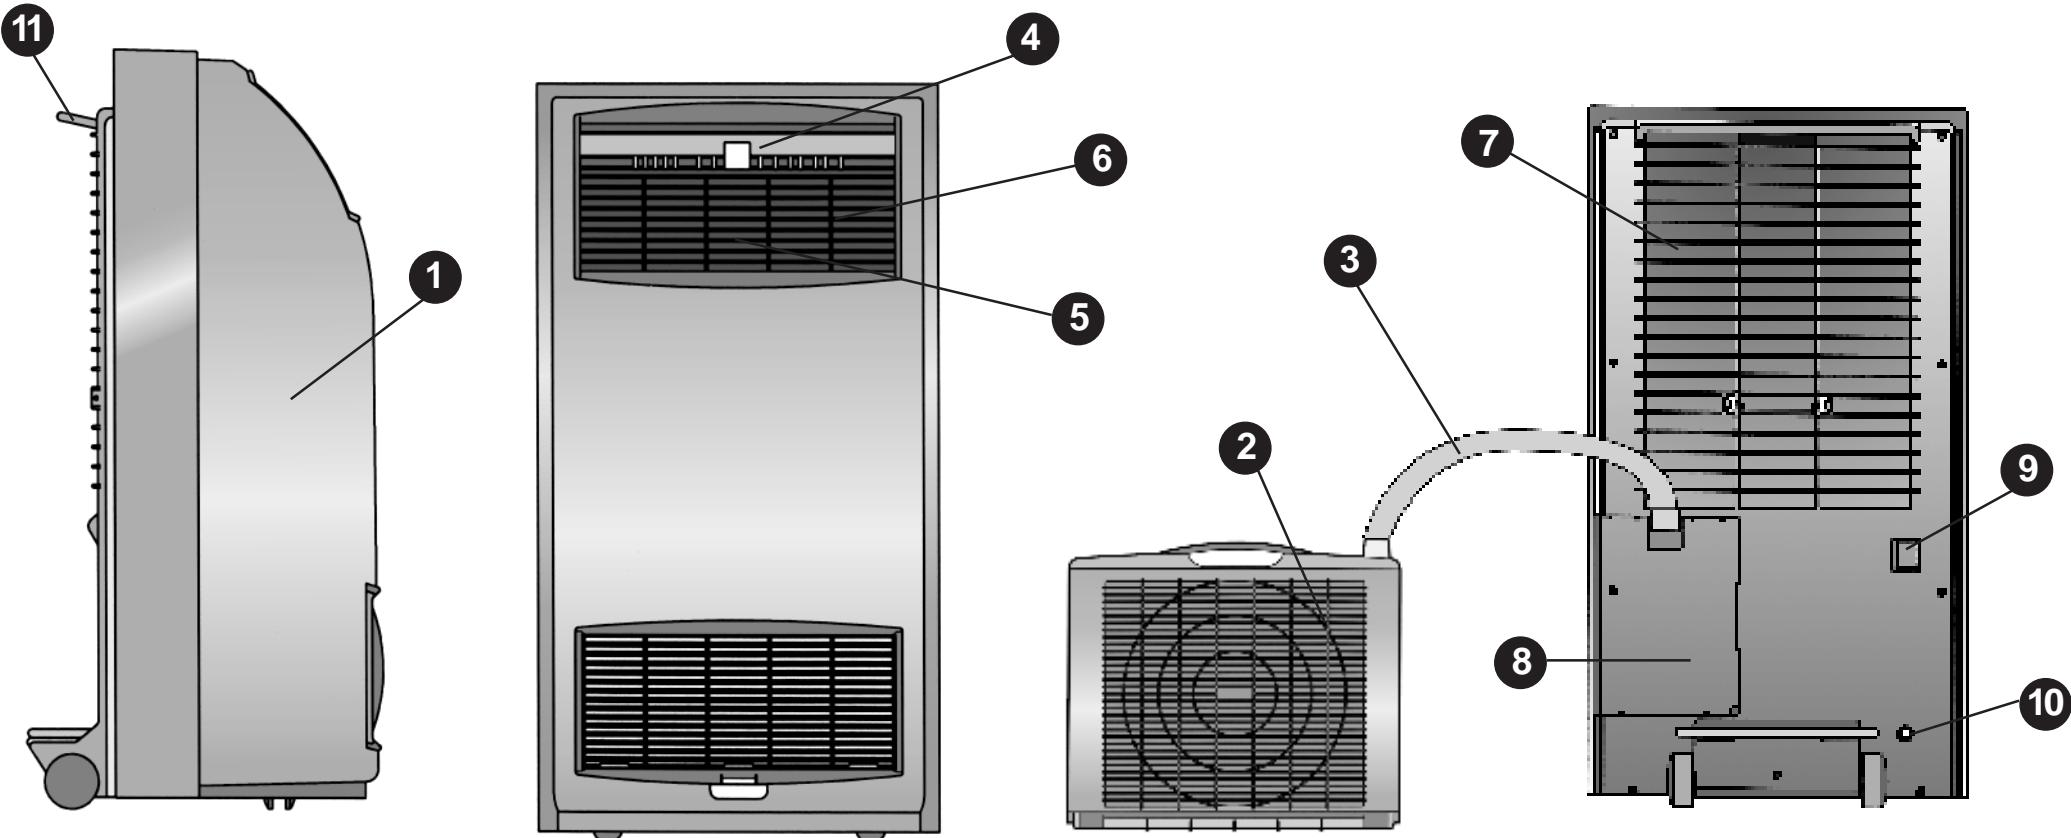

Fig. 1
- Il totale arresto del climatizzatore, nonostante vi sia la normale alimentazione elettrica, può essere dovuto all'intervento di una sicurezza interna che impedisce la fuoriuscita di acqua. Prima di chiamare il centro assistenza privato a drenare l'acqua contenuta nel CLIMATIZZATORE togliendo il tappo apposito (Fig. 1). Se l'inconveniente dovesse riverificarsi fate controllare il Vs. climatizzatore da un tecnico specializzato.
- Si le CLIMATISEUR s'arrête complètement, malgré une alimentation électrique normale, ceci est peut être dû à l'activation d'une sécurité interne qui empêche l'eau de s'évacuer. Avant d'appeler le centre d'assistance, essayer de drainer l'eau contenue dans le CLIMATISEUR en enlevant le bouchon spécial (Fig. 1). Si l'inconvénient se reproduit, faites contrôler l'appareil par un technicien spécialisé.
- If the AIR CONDITIONER stops completely, even when the electrical supply is functioning normally, this could be due to the intervention of an internal safety device which impedes the outflow of water. Before calling the service centre, try draining the water from the unit by removing the air plug (Fig. 1). If the problem persists, have your air conditioner checked by a specialized technician.
- Den Verbindungsschlauch der beiden Geräte nicht knicken oder verbiegen. Sollte das Klimagerät trotz regelmäßiger Stromversorgung nicht anlaufen, so kann eine interne Sicherung angesprochen haben, die den Wasserauslauf verhindert. Vor Inanspruchnahme des Kundendienstes versuchen, das im Gerät enthaltene Wasser durch Abnahme des Stöpsels (Fig. 1) auslaufen zu lassen. Sollte dieses Problem wiederholt eintreten, so ist das Gerät von einem Techniker zu prüfen.
- Si el ACONDICIONADOR se para completamente a pesar de la normal alimentación eléctrica, puede ser que ello se deba a la activación de una seguridad interna que impide la evacuación del agua. Antes de llamar al centro de asistencia, trate de vaciar el agua contenida en el ACONDICIONADOR quitando el tapón correspondiente (Fig. 1). Si el inconveniente se repitiera haga controlar su acondicionador por un técnico especializado.
- Als de airconditioner stopt ondanks juiste stroomvoorziening kan dit veroorzaakt worden door een interne beveiliging die de condenswaterafvoer controleert. Voor de servicedienst te raadplegen kunt u zelf de ontvluchtingsplug verwijderen zodat het water kan weglopen (fig. 1). Als dit probleem zich herhaald, laat dan het apparaat controleren door de erkende vakman.
IDENTIFICAZIONE DELLE PARTI PRINCIPALI (Fig. 1)
IDENTIFICATION DES PRINCIPALES PARTIES (Fig. 1)
LIST OF MAIN COMPONENTS (Fig. 1)
BESCHREIBUNG DER GERÄTE-TEILE (Fig. 1)
IDENTIFICACION DE LAS PARTES (Fig. 1)
ONDERDELENLIJST (Fig. 1)